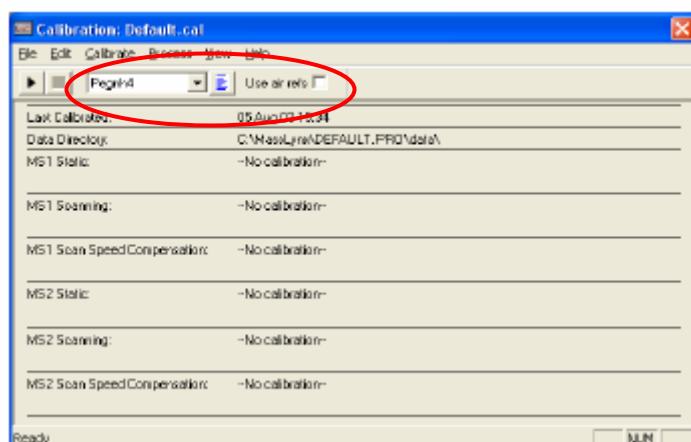

Figure 3-3 Calibration Options Window
3.4.22 从 Figure 3-3 Calibration Options Window 选择 File>Calibrate 打开 Display Calibration Graphs 对话框。